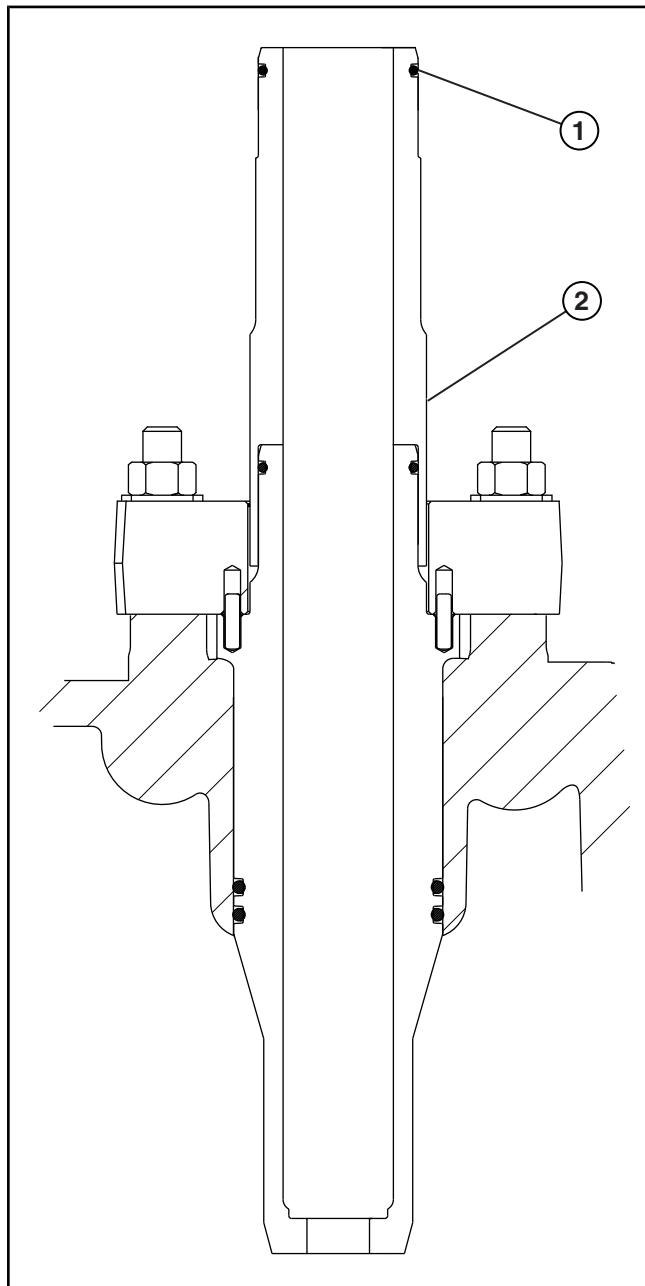

Рисунок 4.05-15: Установка удлинителя свечи зажигания
6. Вдавите удлинитель на втулку свечи зажигания (см. Рисунок 4.05-15).